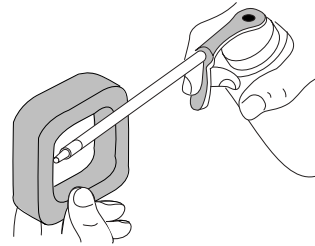

Figure 46
4. Aplique suficiente aceite limpio de motor SAE 30 para recubrir ligeramente el filtro (Fig. 46).